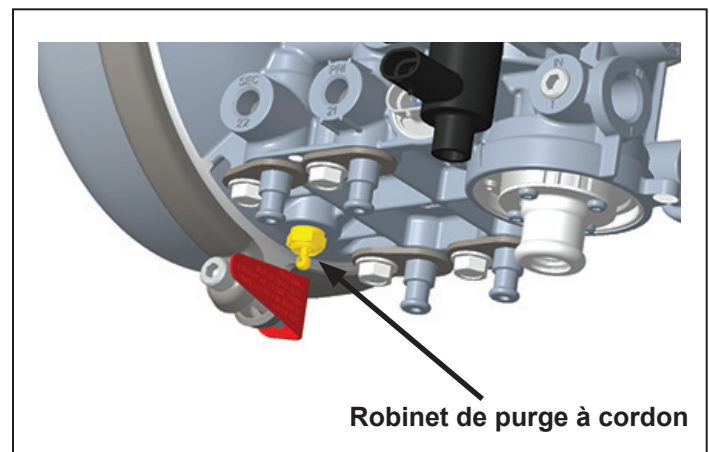

Figure 2 – Robinet de purge à cordon
- Repérer le robinet de purge à cordon (sur le réservoir de purge intégré) du dessiccateur d'air Bendix AD-HFi (cf. Figure 2). Tirer le cordon et maintenir le robinet de purge ouvert; après 10 secondes, enlever délicatement la cartouche de dessiccant suivant la méthode indiquée par la Figure 3. Vérifier l'étanchéité à l'aide d'une solution savonneuse dans la cavité centrale du bossage de montage fileté de la cartouche. Réparer le clapet de refoulement (DCV) si la fuite est excessive, soit supérieure à une bulle de 25 mm en cinq (5) secondes. Revisser la cartouche suivant la méthode dans la section *Remontage de la cartouche de dessiccant*. Penser à refermer le robinet de purge à cordon du réservoir avant de remettre le véhicule en service.